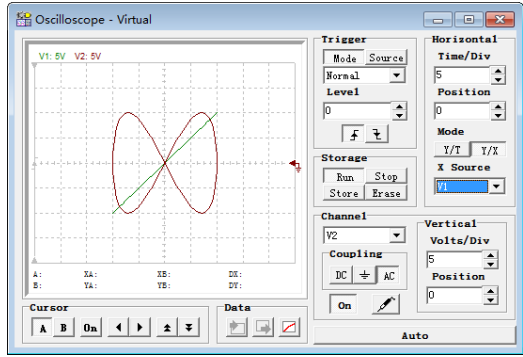

图 93 V1 与 V2 频率差 1 倍时的图形
③ 设置 V2 参数为 10V，100Hz，相位 0 度正弦波：示波器显示如图 93 所示的李萨如图形。